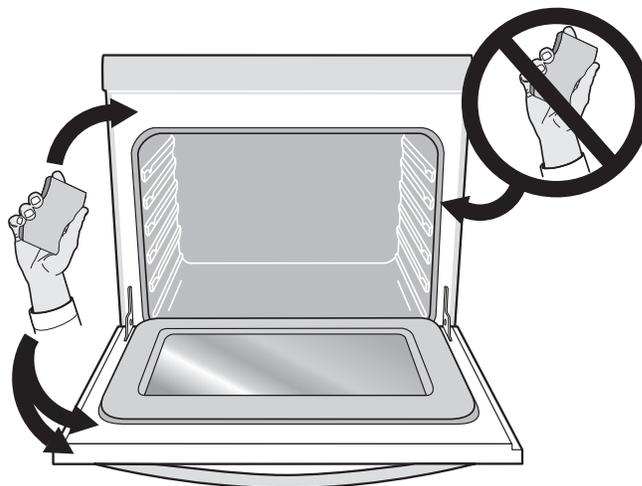

Figura 12: áreas a limpiar y a evitar
- No use agentes de limpieza para hornos o capas protectoras en las piezas del interior del horno o alrededor de estas. Limpie todas las manchas del marco del horno, del interior de las juntas del horno, incluso del área que está en la parte central inferior entre los extremos de las juntas y la puerta del horno (vea la figura 12). Estas áreas se calientan lo suficiente como para quemar la suciedad acumulada sobre la superficie. Limpie usando jabón y agua antes de iniciar el ciclo de autolimpieza.